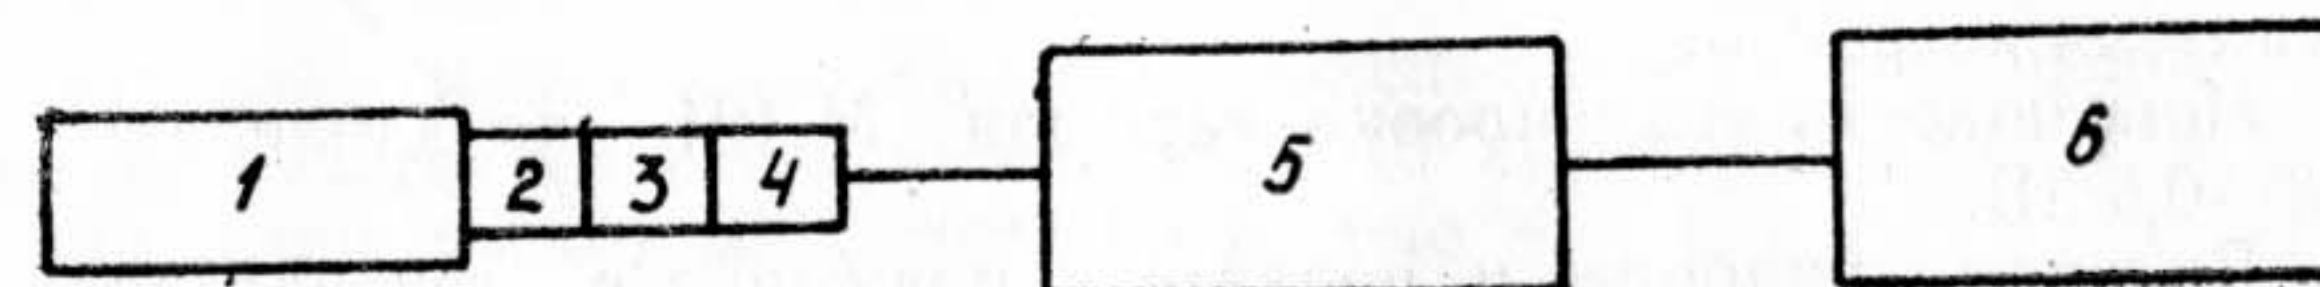

Рис. 2.
7.4.2.1. Определение номинального уровня чувствительности капсюля М-101 производится согласно рис. 2. Погрешность градуировки капсюля М-101 по давлению 0,3—0,5 дБ.